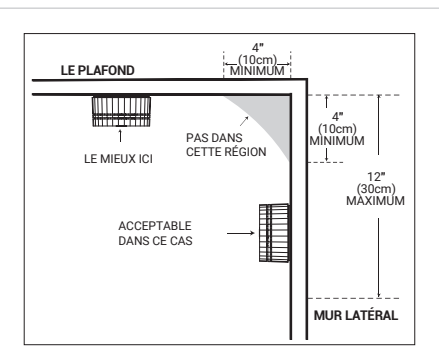

Figure 1
- Il est recommandé de l'installer au plafond, mais à une distance minimale de 10 cm du mur latéral. (voir figure 1)
- Lors de l'installation de l'alarme sur le mur, une distance de 4 à 12 pouces (10 à 30 cm) doit être maintenue sous le plafond (voir figure 1).